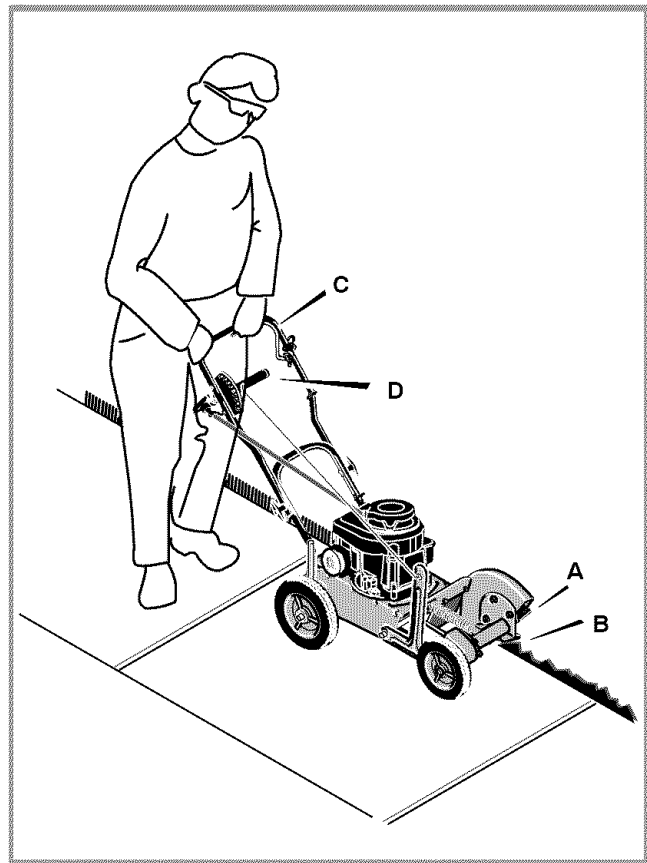

Figura 13: Funcionamiento de la bordeadora
- 1 Antes de arrancar el motor, mueva la palanca de control de profundidad (D) hacia adelante hasta que la cuchilla (A) no toque el suelo.
- 2 Cuando corte a lo largo de aceras o caminos para ingreso de vehículos pavimentados, fije las ruedas en el pavimento y coloque la cuchilla al lado izquierdo del camino. Para colocar la bordeadora en posición en una acera, consulte la sección "Bordeado de aceras". Para evitar que la cuchilla golpee el camino, asegúrese de mantener la guía de la cuchilla (B) alineada con el borde del camino. Ver Figura 13.
- 5 Párese detrás de la bordeadora y sostenga la manija firmemente (D). Ver Figura 13. Cuando la cuchilla comience a cortar, muévase lentamente hacia adelante.